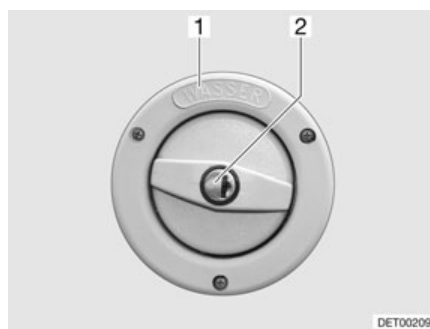

Fig. 33 Tapa de cierre para el tubo de llenado de agua potable
- ▷ El tubo de llenado de agua potable está identificado con el rótulo "WASSER" (agua) (Fig. 33,1).
- Introducir la llave en el cilindro de cierre (Fig. 33,2) y girar en sentido contrario a las agujas del reloj.